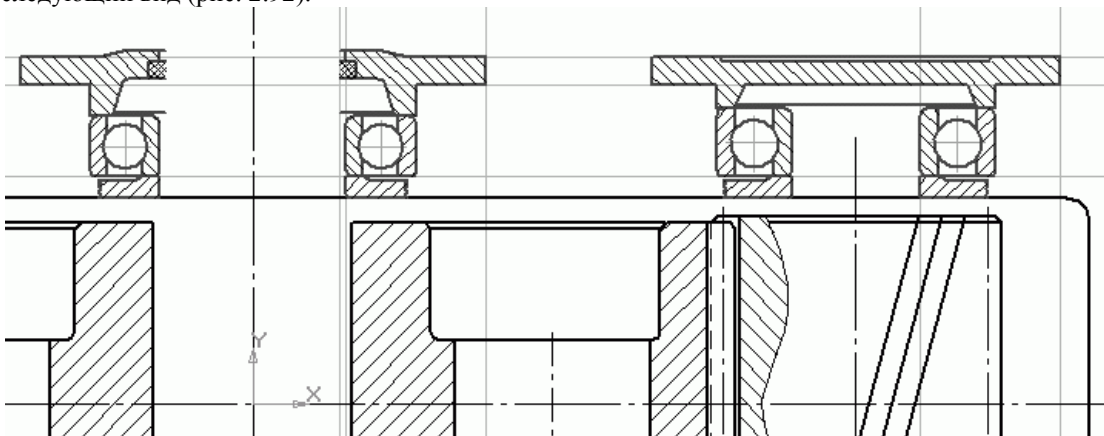

Рис. 2.92. Подшипниковые узлы ведомого и ведущего валов
5. На быстроходном валу с этой же стороны редуктора будет установлена глухая крышка. Полагаю, создание ее изображения не вызовет особого труда. Как уже говорилось выше, размеры для крышек подшипников ведущего вала: внешний диаметр крышки – 175 мм (то есть смещать вспомогательную линию относительно оси нужно на 87,5 мм), толщина фланцев – 12 мм. После всего сделанного чертеж должен принять следующий вид (рис. 2.92).